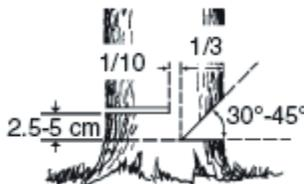

Рисунок 8
4. Выберите направления падения дерева, для этого следует учесть силу и направление ветра, естественный наклон дерева, равномерность распределения веток в кроне дерева. Начните пилить с той стороны дерева, куда оно должно упасть (Рис. 8)